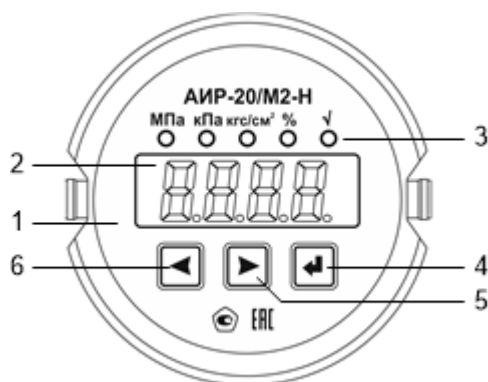

Рисунок 2.1 - Общий вид передней панели АИР-20/М2-Н-ГС с СД-индикатором
2.4.2.1 АИР-20/М2-Н-ГС отображает результаты измерений на светодиодном индикаторе, содержащем следующие поля индикации (см. рисунок 2.1):
2.4.3.2 Кнопки для работы с меню расположены на лицевой панели (см. рисунок 2.1).